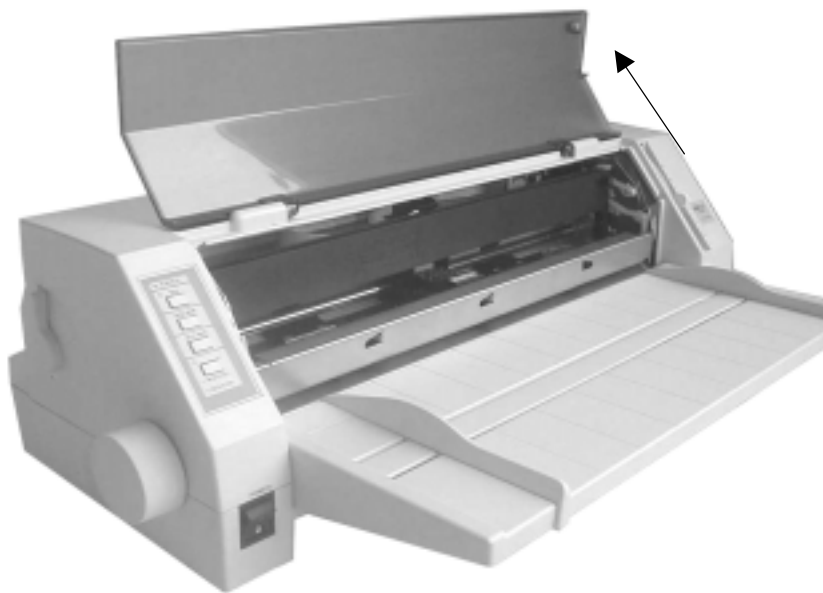

图 2-8 打开打印机盖子
2. 由打印机盖子下方手指位向上掀开，即可打开打印机盖子，如图 2-8。